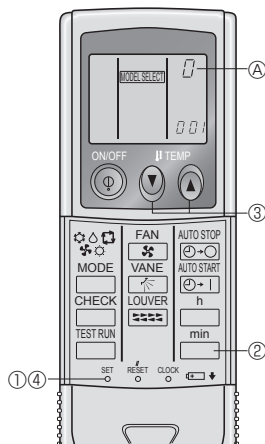

Fig. 6-4
4) Afectação de controlo remoto a cada unidade (Fig. 6-4)